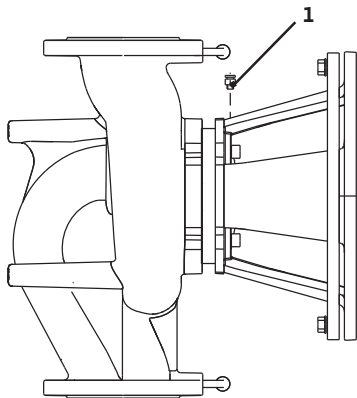

Рис. 43: Клапан для вентиляции
- Удалить воздух из насосов путем открытия клапанов для вентиляции (рис. 43, поз. 1). Сухой ход разрушает скользящее торцовое уплотнение насоса. На дифференциальном датчике давления запрещается удалять воздух (опасность разрушения).